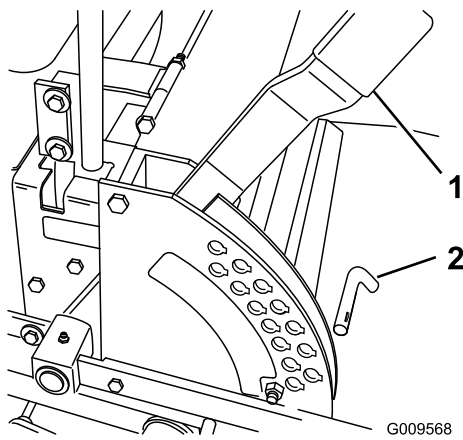

Figure 19
1. Relevez le levier de sélection de hauteur de coupe en position de transport (qui correspond aussi à la hauteur de coupe de 127 mm [5 po.]) (Figure 19).
2. Pour changer la hauteur de coupe, retirez l'axe du support de hauteur de coupe (Figure 19).
3. Placez la goupille dans le trou du support correspondant à la hauteur de coupe voulue (Figure 19).